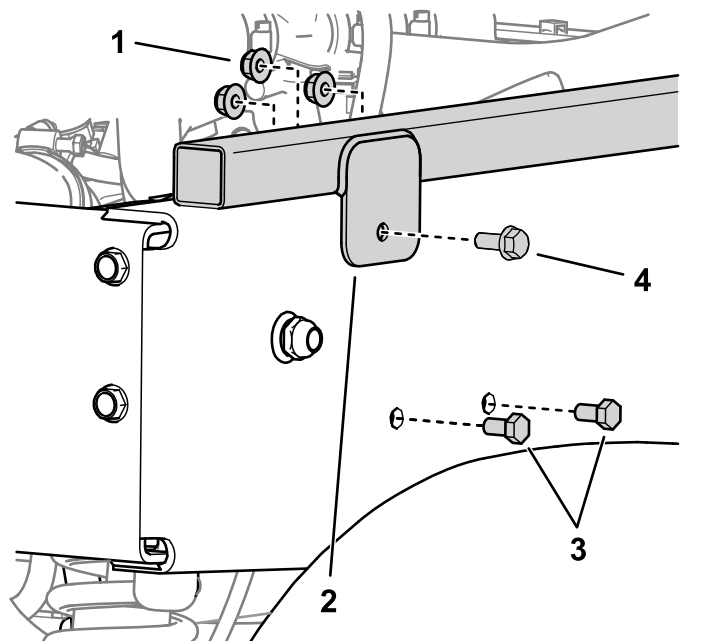

Figura 12
5. No lado direito da máquina, retire o suporte do solenóide e mova-o para fora do percurso da broca (Figura 12).
6. Faça um furo no conjunto da estrutura da plataforma utilizando a patilha de montagem dos conjuntos do espaçador da plataforma lateral como modelo e prenda o conjunto da estrutura com um parafuso curto e uma porca (Figura 12).